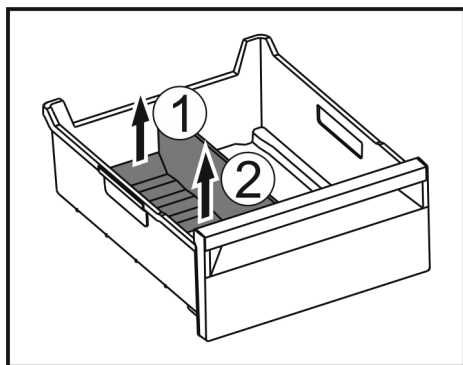

Fig. 176
- Sollevare la parte posteriore del divisore dello scomparto del ghiaccio. Fig. 176 (1)
- Rimuovere il divisore dello scomparto del ghiaccio verso l'alto. Fig. 176 (2)